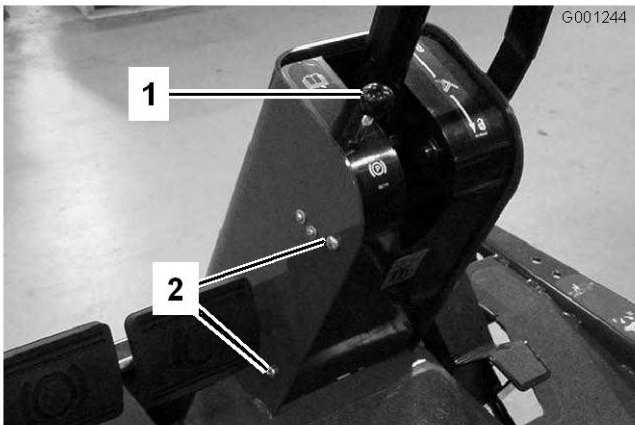

図 69
1. 駐車ブレーキ・ロッドのノブを外し、次にハンドルタワーのカバーを止めているネジを外す (図 69)。